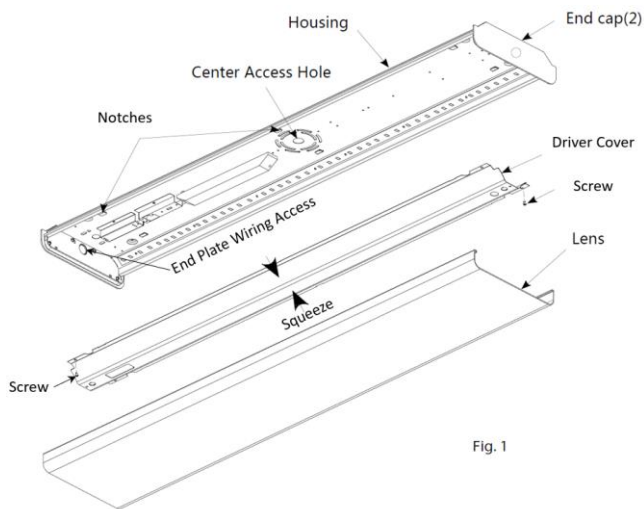

Fig. 2 Mounting Holes
- If mounting directly to a surface, temporarily place fixture in the desired mounting location over the wiring junction box and mark the location of the 4 mounting holes (Fig. 2). Remove the fixture and predrill the mounting holes to accept the surface mounting hardware (supplied by others).
- A. Si le luminaire est directement monté sur la surface, placer temporairement le luminaire à l'endroit de montage désiré sur la boîte de jonction logeant le câblage et tracer la location des 4 trous de montage (Fig. 2). Retirer le luminaire et pré-percer les trous de montage qui recevront les ferrures de montage en surface (non incluses).